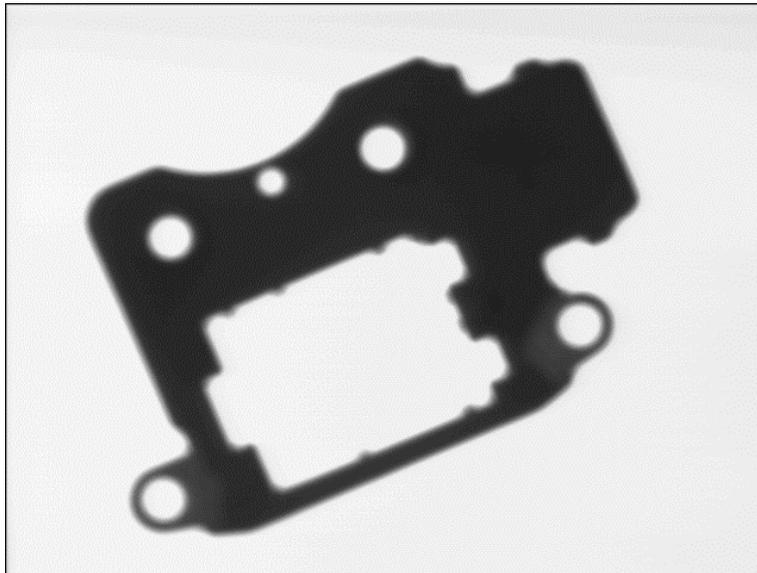

Figure 1-2. Image non mise au point en mode vidéo directe
2. Sélectionnez Vidéo directe dans le menu Système afin de placer le système en mode vidéo directe. Le masque semi-transparent du tableur disparaît pendant un court instant (voir Figure 1-2. Image non mise au point en mode vidéo directe).